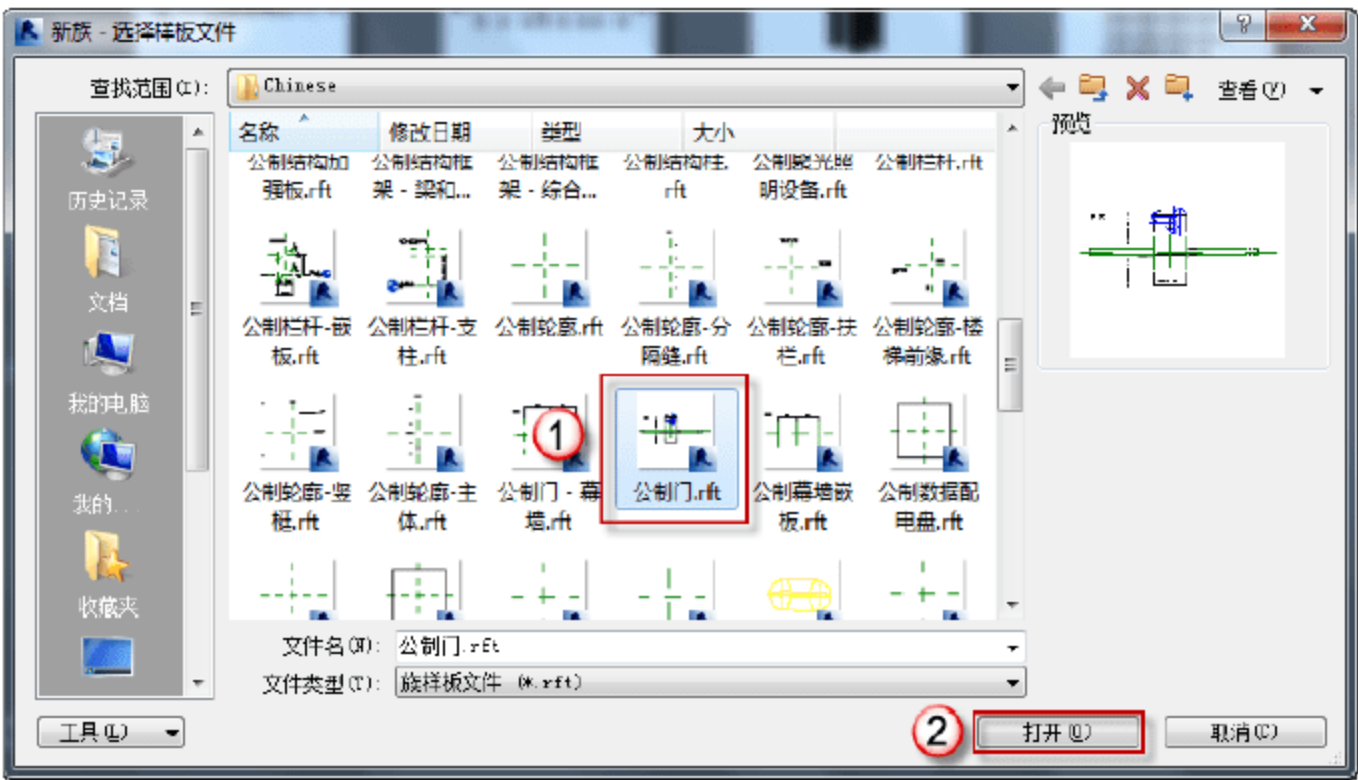

图 6.1.117 “新族-选择样板文件”对话框
(1) 选择“公制门.rft”族样板。选择“程序”→“新建”→“族”命令，在弹出的“新族-选择样板文件”对话框中选择“公制门.rft”文件，单击“打开”按钮，进入门族的设计界面，如图 6.1.117 所示。